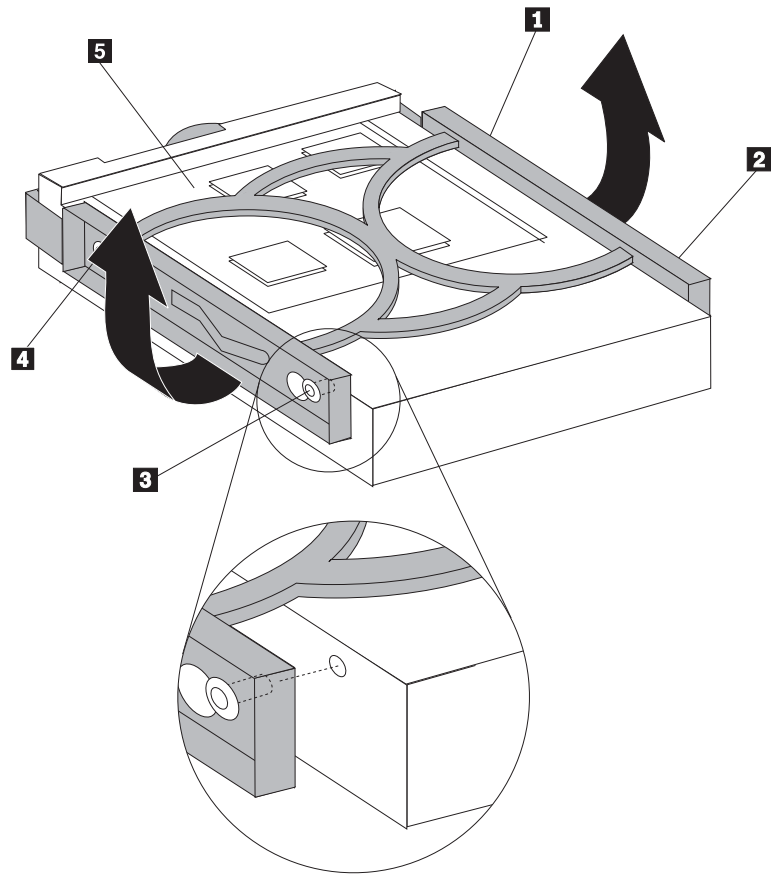

图 23. 将硬盘驱动器安装到支架中
7. 要将新的硬盘驱动器安装到蓝色支架中，请弯曲支架并将支架上的引脚 **1** 到 **4** 与硬盘驱动器上的孔对齐。请参阅图 23。请勿触摸硬盘驱动器底部的电路板 **5**。